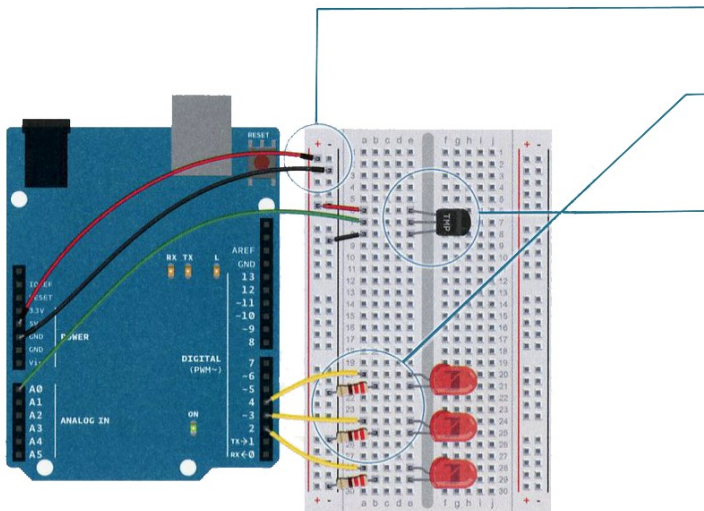

Figura 2
- 3 Colocar el sensor de temperatura TMP36 sobre la placa de pruebas con la parte curvada de su cuerpo mirando hacia el lado contrario de la placa Arduino (la colocación de los terminales es importante) como se muestra en la figura 2. Conectar el terminal de la izquierda de la cara plana del cuerpo a la alimentación y el terminal derecho a masa. Conectar el pin central al pin A0 de la placa Arduino. Este pin es la entrada analógica 0.